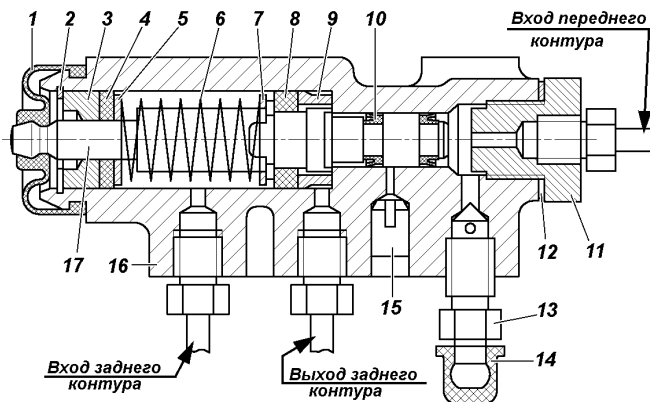
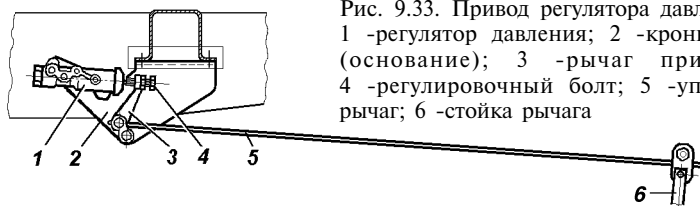

Рис. 9.32. Регулятор давления:
Рис. 9.33. Привод регулятора давления:
тормоза (рис. 9.32), который обеспечивает оптимальное распределение тормозных сил по осям автомобиля и не допускает опережающую блокировку задних колес. При обслуживании проверяйте работоспособность регулятора давления. Очищайте регулятор от грязи и проверяйте надежность его крепления. Внешним осмотром убедитесь, что регулятор и детали его привода не имеют повреждений, отсутствуют подтекания тормозной жидкости и люфты в соединении стойки с упругим рычагом и кронштейном на заднем мосту.
При нажатии на педаль тормоза поршень 17 (рис. 9.32) регулятора давления должен выдвинуться из корпуса на 1,7 - 2,3 мм. Отсутствие хода поршня, а также его недостаточный или чрезмерный ход свидетельствует о неисправности регулятора или его привода.
В процессе эксплуатации и при замене задних рессор необходимо регулировать усилие упругого рычага 5 (рис. 9.33) на поршень регулятора. Регулировку производите в следующей последовательности:
2. Ослабьте контргайку регулировочного болта 4 (рис. 9.33) и отверните болт на 2-3 оборота.
3. Заверните болт 4 (рис. 9.33) до соприкосновения его с хвостовиком поршня 17 (см. рис. 9.32) регулятора.